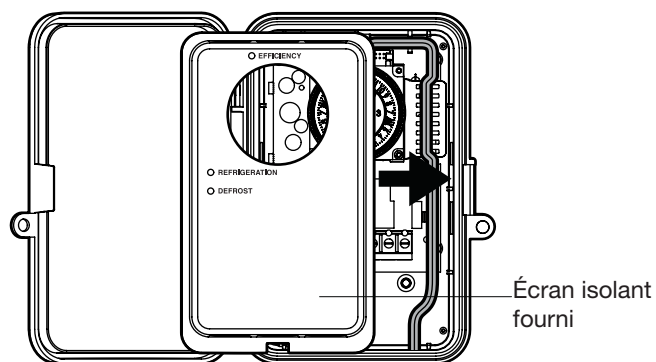

FIG. 10 Mise en place de l'écran isolant fourni
2. Remettre en place le couvercle de l'écran isolant fourni, le cas échéant. Voir FIG. 10.